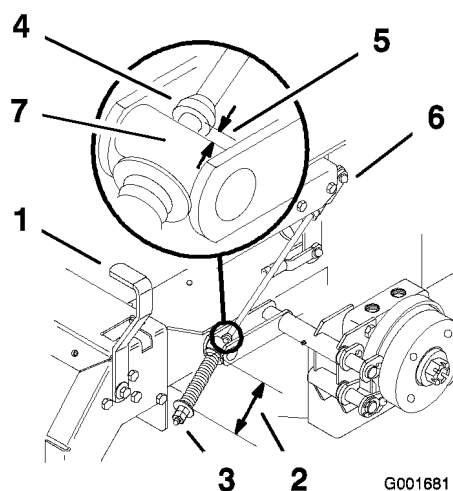

Figura 48
2. Mida la longitud del muelle; debe ser de 74 mm entre las arandelas (Figura 48).
- A. Afloje la contratuerca que está debajo del muelle y apriete la tuerca que está directamente debajo de la horquilla (Figura 48).
6. Mida la distancia entre el muñón y el collar de la varilla de freno. La medida debe ser de 5 a 7 mm (Figura 48).
- B. Gire las tuercas de ajuste inferiores hasta obtener la medida correcta (Figura 48).